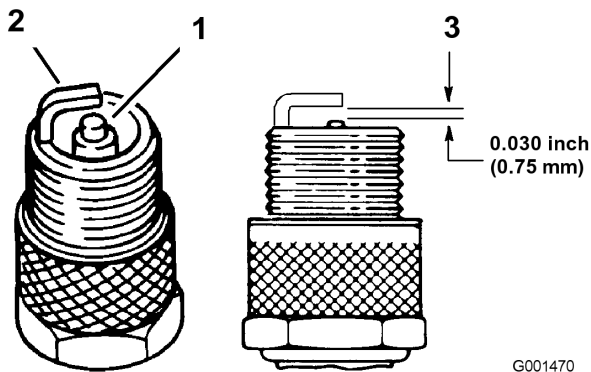

Figure 31
- Contrôlez l'écartement entre l'électrode centrale et l'électrode latérale (Figure 31). Courbez l'électrode latérale (Figure 31) si l'écartement est incorrect.
- Connectez les bougies (Figure 31).
- Examinez le centre des bougies (Figure 31). Si le bec de l'isolateur est recouvert d'un léger dépôt gris ou brun, le moteur fonctionne correctement. S'il est couvert d'un dépôt noir, c'est généralement signe que le filtre à air est encrassé.